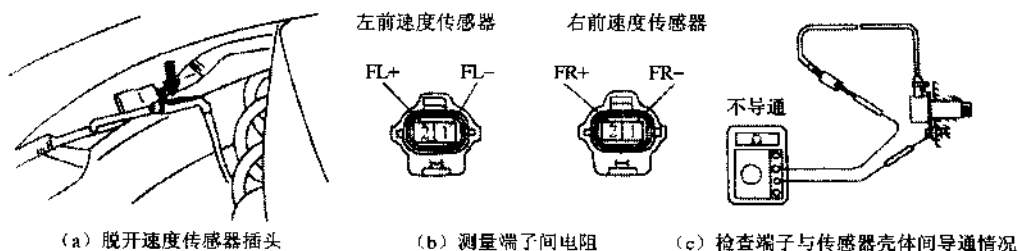

图 7.24 检查前轮速度传感器
① 检查时可拆下翼子板罩，脱开速度传感器插头，如图 7.24 (a) 所示。
② 测量端子间的电阻，电阻应为 $0.92\text{k}\Omega \sim 1.22\text{k}\Omega$ ，如图 7.24 (b) 所示。如电阻不符合规定，拆下翼子板罩，测量端子间的电阻，检查端子与传感器壳体间导通情况，如图 7.24 (c) 所示，检查每一端子与传感器壳体之间是否导通，如果导通应更换速度传感器。
③ 检查合格后，插上速度传感器插头，装上翼子板罩。